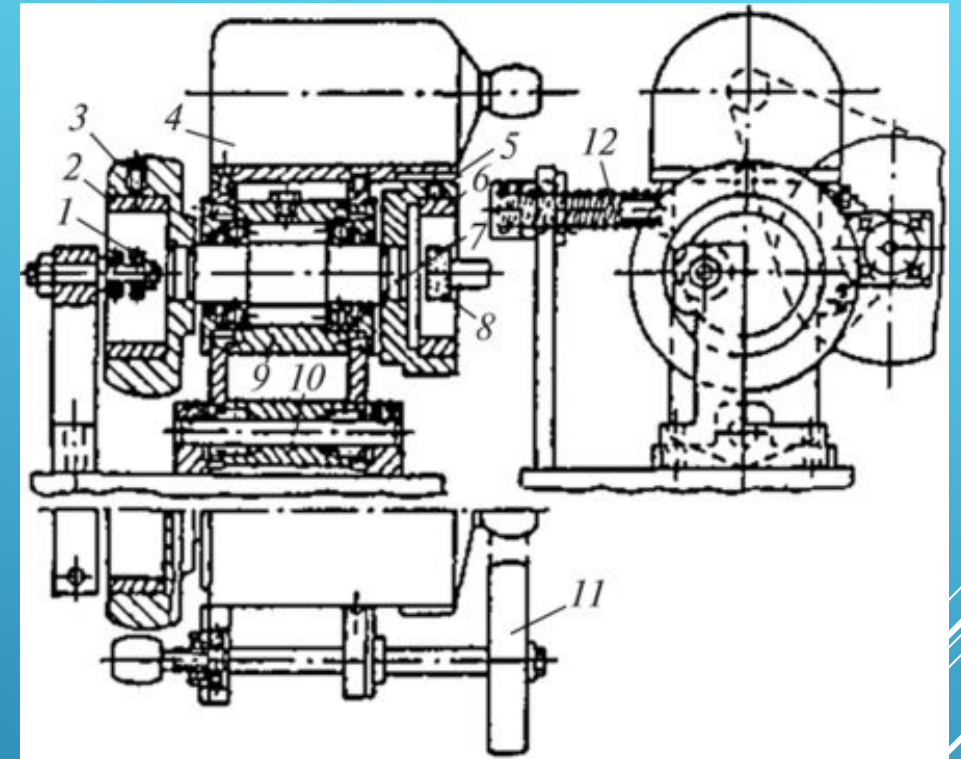

Рис. 4.7. Приспособление для обработки заготовки статорного кольца шлифованием:
- Установку резца на глубину резания выполняют подачей верхнего суппорта. Кольца растачивают, оставляя припуск 0,25...0,3 мм на сторону под последующее шлифование. После сверления отверстий кольцо подвергают термической обработке, а затем шлифуют. Шлифовать профильную поверхность отверстия статорного кольца можно на том же токарном станке. Для этого вместо резца монтируют специальную шлифовальную головку. Однако целесообразнее для этой цели применять приспособление для внутришлифовального станка (рис. 4.7). Приспособление монтируют перед передней бабкой на станине этого станка. Вал 7 установлен в шариковых подшипниках. На переднем конце вала расположена втулка 5, в которую устанавливают и закрепляют заготовку кольца, а на заднем конце вала имеется шкив, во внутреннее отверстие которого вставляют копир 2. На корпусе 9 установлен электродвигатель 4, который передает вращательное движение на шкив 11 через понижающую ременную передачу. От шкива 11 вращение передается на шкив 3 и вал 7 с копиром и заготовкой. Корпус 9 опирается на втулку 10. Последняя может поворачиваться в игольчатых подшипниках. Приспособление постоянно прижимается к копирному ролику пружиной 12. При вращении копира 2 приспособление с заготовкой 6 совершает вокруг своей опоры колебательные движения соответственно профилю копира. При включенном шлифовальном шпинделе осуществляется шлифование заготовки по внутреннему профилю отверстия. Диаметральный размер шлифовального круга 8 должен быть равен диаметру копирного ролика 1. Наружную поверхность и один торец статорного кольца шлифуют одновременно на оправке, которая изготовлена по максимальному диаметру профиля (2R). Шлифование второго торца кольца и окончательное шлифование первого торца выполняют на плоскошлифовальном станке, обеспечивая требуемый параметр шероховатости, параллельность сторон и допуск на толщину статорного кольца. После шлифования кольцо размагничивают посредством димангизатора.